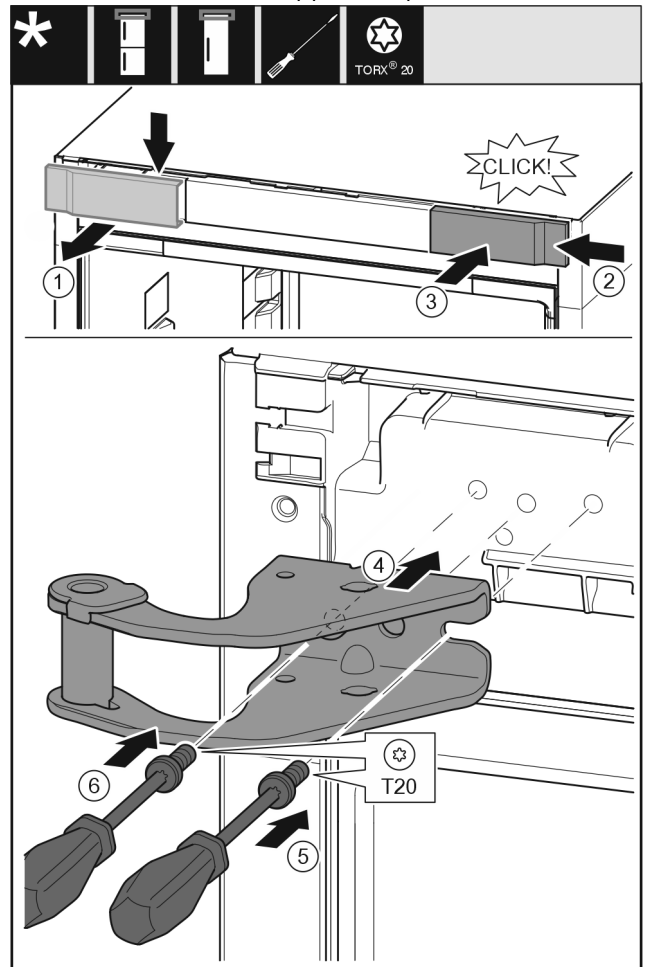

Fig. 11
- ▶ Retirer le cache du haut vers l'avant. Fig. 11 (1)
- ▶ Accrocher le cache tourné de 180° de l'autre côté à droite. Fig. 11 (2)
- ▶ Encliqueter le cache. Fig. 11 (3)
- ▶ Mettre en place le support de palier supérieur. *Fig. 11 (4)*
- ▶ Mettre en place la vis avec un tournevis T20 et la serrer. *Fig. 11 (5)*
- ▶ Mettre en place la vis avec un tournevis T20 et la serrer. *Fig. 11 (6)*